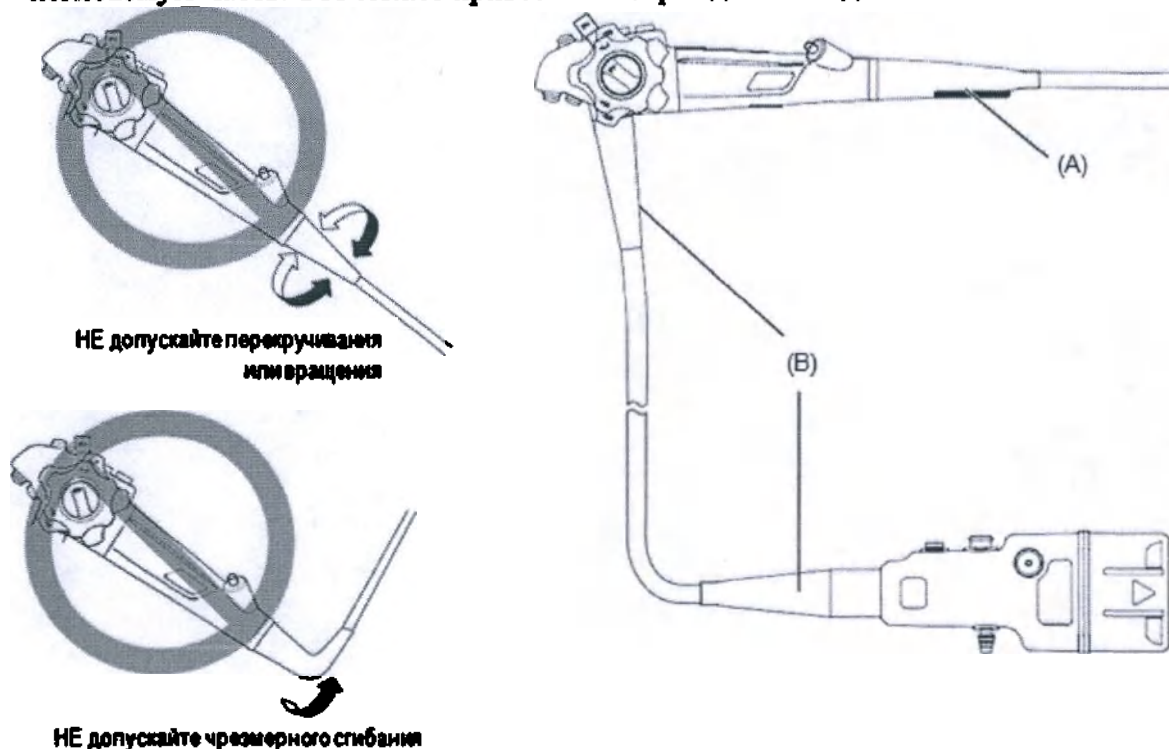

Рис. 7.3
- **ЗАПРЕЩАЕТСЯ** чрезмерно скручивать, поворачивать и изгибать компенсаторы механических напряжений (обозначены (А) и (В) на Рис.7.3). Это может привести к повреждению эндоскопа. Особенно осторожно обращайтесь с компенсатором механических напряжений на вводимой части (обозначен (1) на Рис. 7.3), так как он имеет малый диаметр.